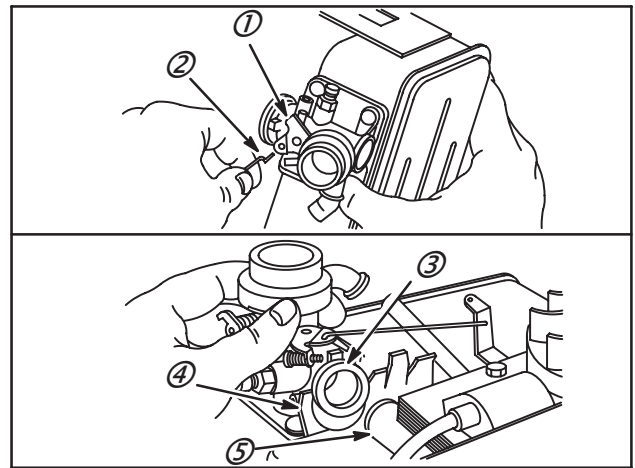

Fig. 16
3. Dégager le carburateur de l'encoche de la tôle de cylindre (4), puis du collecteur d'admission (5) et du joint d'étanchéité (3), Fig. 16. Tourner l'ensemble carburateur et réservoir afin de déconnecter la biellette de régulateur (2) du levier de papillon (1).